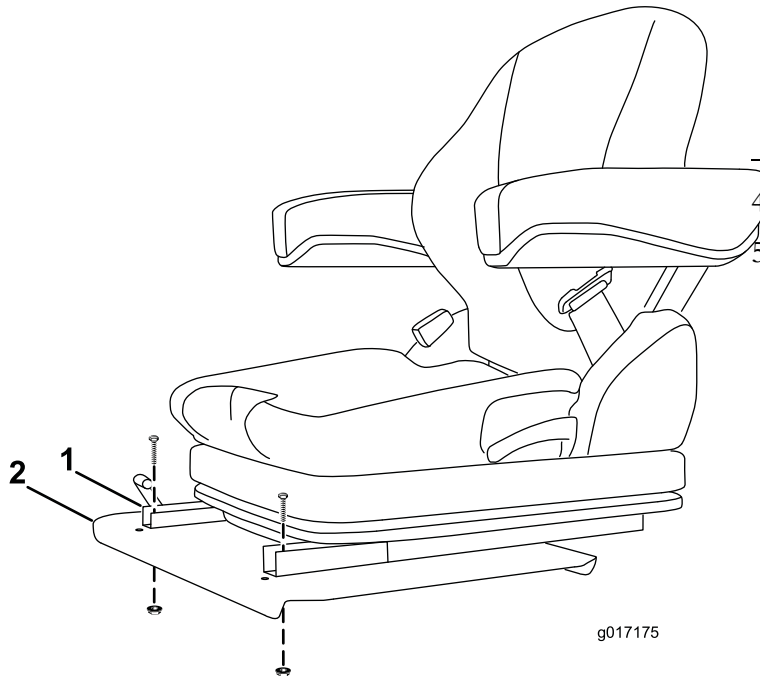

Figura 9
2. Monte a frente de cada adaptador na placa do banco com um parafuso e porca flangeada (Figura 9).